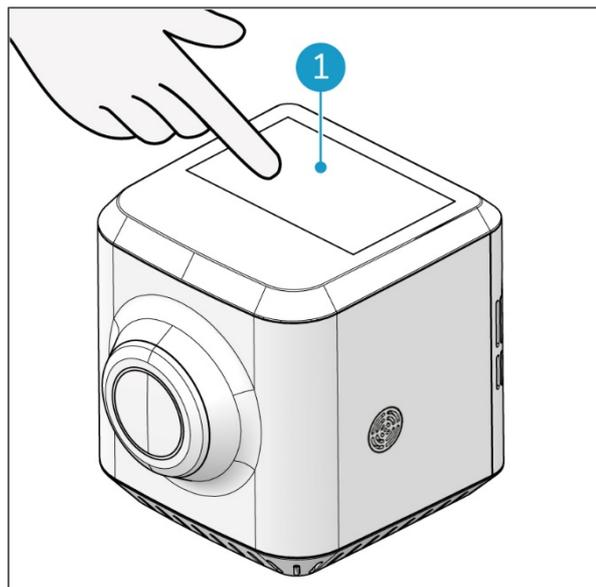

Abbildung 9
1. Berühren Sie den Touchscreen auf dem i-sense (Abbildung 9, Pos. 1) mit einem Finger.